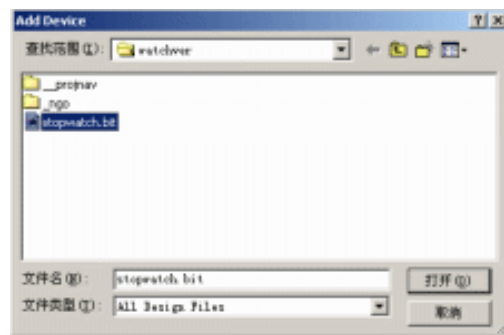

图7-17 【Add Device】对话框
6. 在【Add Device File】对话框中单击 **Add File...** 按钮，弹出【Add Device】对话框，如图 7-17 所示。